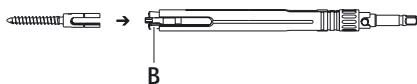

Fig. 4
- Introduzir os parafusos pediculares na bucha de fixação B pela extremidade de trabalho, ver Fig. 4.